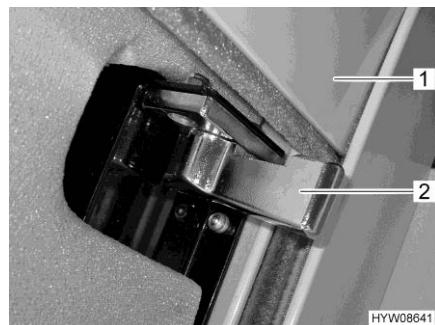
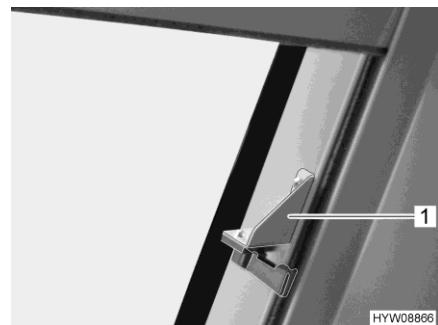
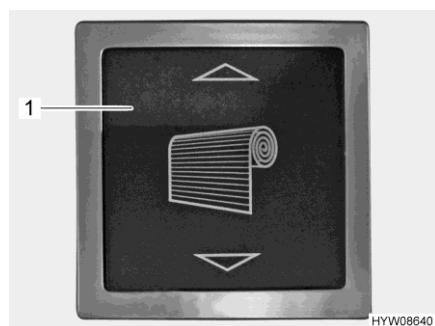
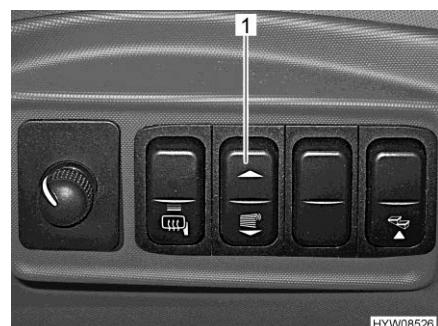

Fig. 57 Chiusura di sicurezza (oscurante a rullo)
Fig. 58 Chiusura di sicurezza aggiuntiva (oscurante a rullo)
Fig. 59 Pulsante basculante per oscurante a rullo (vano abitabile)
Fig. 60 Pulsante basculante per oscurante a rullo (cruscotto)
- Sui entrambi i lati, ruotare spingendo in avanti le chiusure di sicurezza (Fig. 57,2 o Fig. 58,1).
- Premere e tenere premuto il pulsante basculante (Fig. 59,1 o Fig. 60,1), finché l'oscurante a rullo (Fig. 57,1) ha raggiunto la posizione desiderata.
- Premere e tenere premuto il pulsante basculante (Fig. 59,1 o Fig. 60,1) finché l'oscurante a rullo ha raggiunto la posizione più alta.
- Sui entrambi i lati, ruotare spingendo indietro (Fig. 57 o Fig. 58) la chiusura di sicurezza.